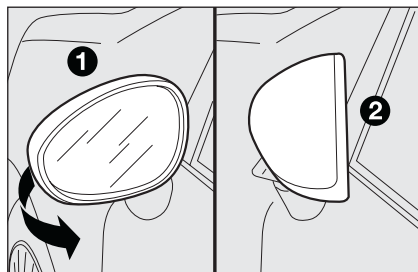

рис. 33
При необходимости (например, когда зеркало мешает передвижению автомобиля на узких улицах) можно сложить зеркало, перемещая его из положения **1-рис. 33** в положение **2**.
*При движении, зеркала всегда должны находиться в положении 1-Рис. 33.*